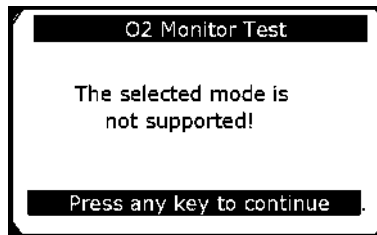

Рисунок 5-24
- Если автомобиль не поддерживает этот режим, на дисплее появится информационное сообщение. См. рисунок 5-24.